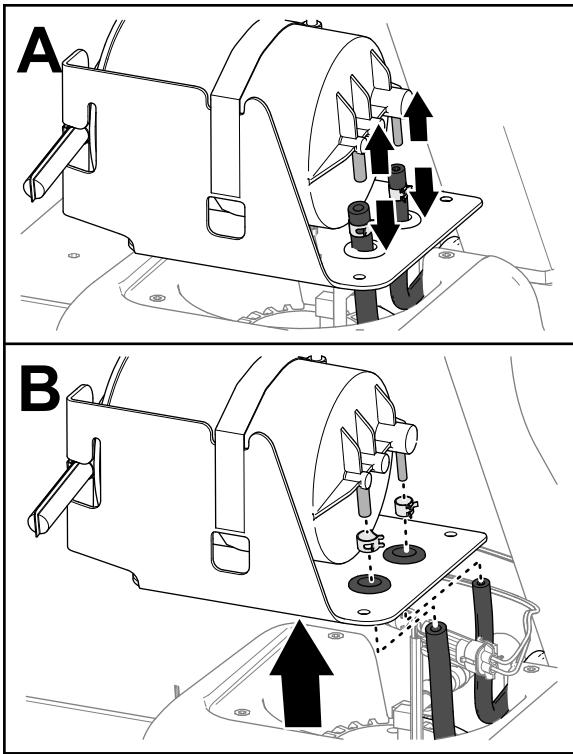

Figura 73
4. Separe las mangueras de los acoplamientos (Figura 73).
5. Retire las abrazaderas de las mangueras (Figura 73).
6. Retire el cartucho de carbón del depósito de combustible (Figura 73).